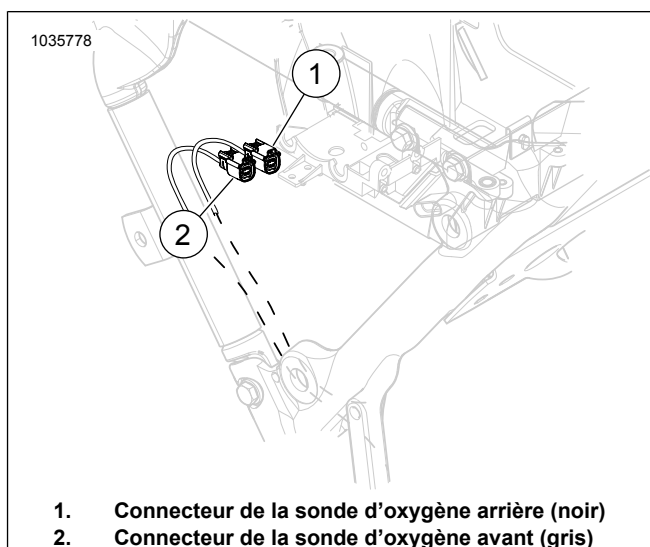

Figure 1. Emplacement des sondes d'oxygène avant et arrière
6. Consultez Figure 1 . Débranchez les connecteurs de sondes d'oxygène avant et arrière (1, 2).